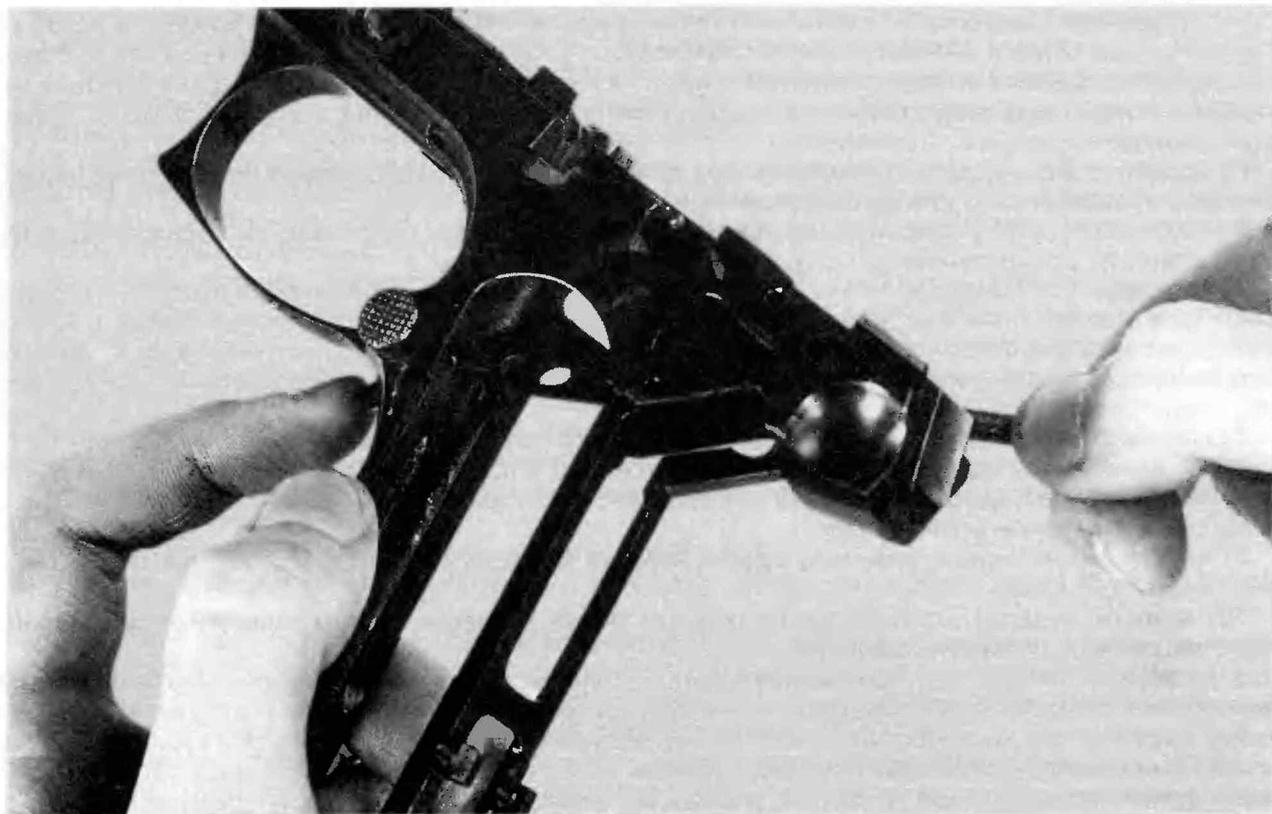

Рисунок 14
– придерживая защелку со стороны насечки (рисунок 14), ввести стопор в рамку и в защелку. Освободить фиксатор и вытащить шомпол. Фиксатор торцевым выступом должен войти в проточку стопора. Если торцевой выступ фиксатора в проточку не попал, необходимо совершить небольшие продольные перемещения стопора с помощью шомпола вверх или вниз, пока фиксатор не зафиксирует стопор.